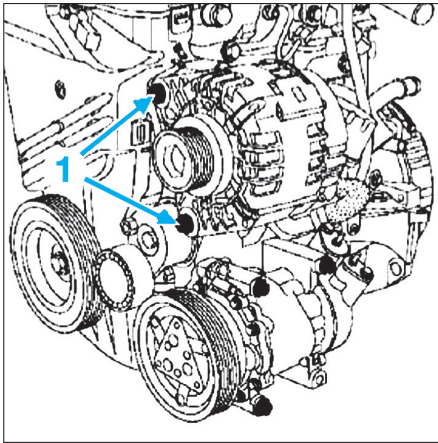

FIG. 4
- les fixations (1) de l'alternateur (fig.4).